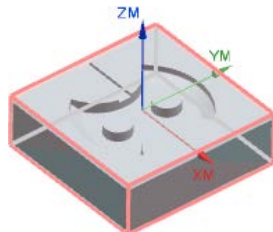

图 21.5 毛坯几何体
Step3. 单击“毛坯几何体”对话框中的 **确定** 按钮，系统返回到“工件”对话框，完成图 21.5 所示毛坯几何体的创建。